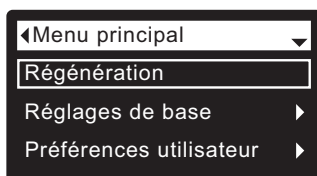

FIG. 33
En fonctionnement normal (défilement des écrans d'état), appuyez sur le SÉLECTEUR (O) du filtre pour ouvrir le Menu principal (cf. Figure 33). Ce menu et ses écrans sous-jacents servent à commander ces activités :